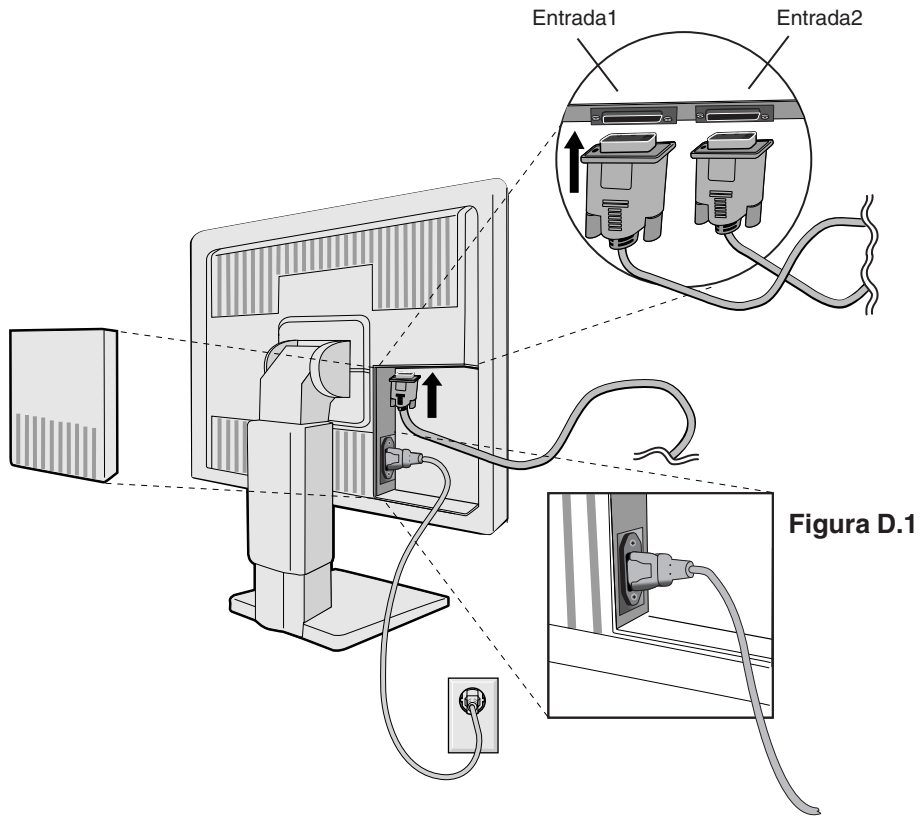

Figura C.1
3. Retire el conducto del conector. Conecte el cable de señal DVI al conector por la parte posterior del monitor. Coloque el cable de señal de vídeo (**Figura C.1**).